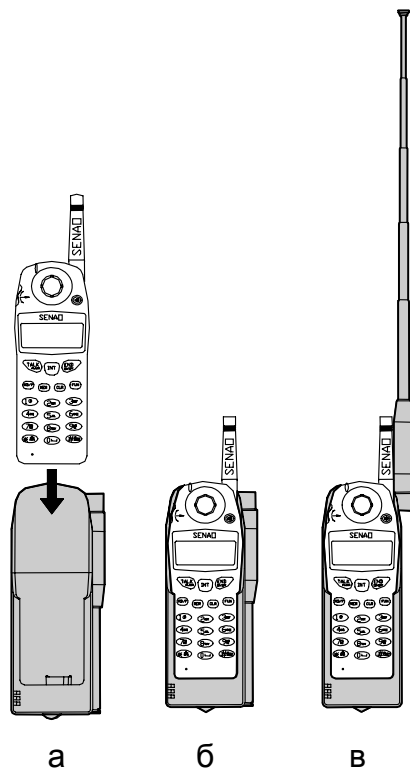

Рис. 4
1. Подсоедините к усилителю (1) аккумуляторную батарею (2).
2. Подключите к антенному разъему усилителя (3) телескопическую антенну (4), плотно затянув соединительную гайку (5).
3. Установите антенну в транспортное положение (см. рис. 4, поз. А).
1. Установите носимую радиотрубку SN-358 в держатель усилителя до упора так, чтобы «вилка» разъема усилителя вошла в «розетку» корпуса трубки (см. рис. 4, поз. а, б). Автоматически при подключении радиотрубки усилитель переходит в активное состояние (подается питание от аккумуляторной батареи на схему усилителя). Об этом сигнализирует мигание зеленого индикатора «POWER» на корпусе усилителя.
2. Установите антенну в рабочее положение, вытянув ее параллельно продольной оси усилителя на полную длину вверх (см. рис. 4, поз. в).